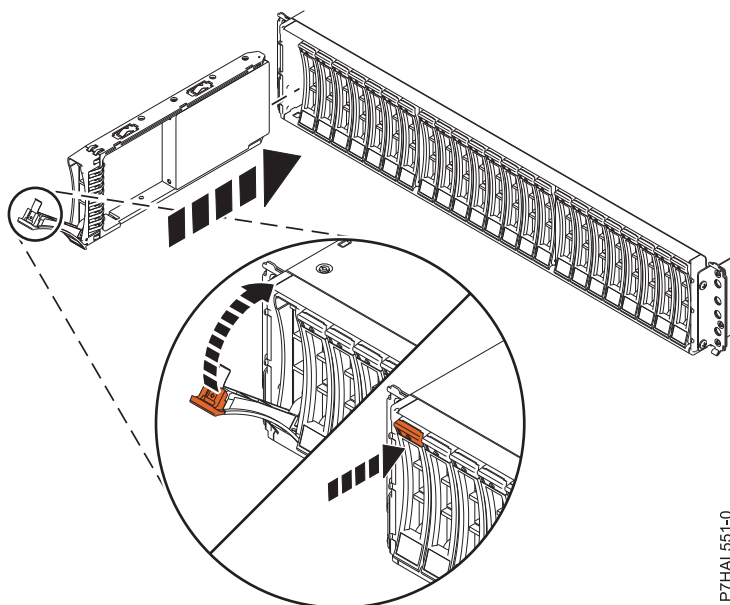

Figura 55. Instal·lació o substitució de la unitat de disc a allotjament d'unitats de disc 5887
3. Amb la nansa en posició desbloquejada, tal com es mostra a Figura 55 a la pàgina 54, aguanteu la part inferior de la unitat mentre l'alineeu amb les guies a la unitat d'expansió.
7. Bloquegeu la unitat fent girar la nansa del compartiment (A) en la direcció que es mostra a Figura 55 a la pàgina 54.